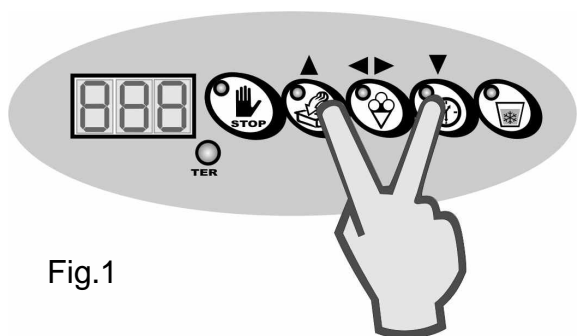

Fig.1
3. Con la macchina in STOP, premere e tenere premuti contemporaneamente i tasti "UP" e "DOWN" fino alla comparsa della schermata di selezione password (fig. 1). Inserire la password incrementando o decrementando i valori mediante i tasti UP e DOWN (FIG.2), quindi premere CONFERMA per convalidare la password digitata. In caso non si conosca la password, rivolgersi al servizio di assistenza Frigomat.